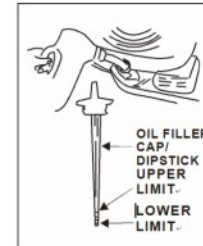

Fig. 9
5. Giet de aanbevolen olie langzaam in de olievlnek. Vul niet te veel bij. Wacht, na het toevoegen van olie, een minuut en controleer daarna het oliepeil met behulp van de peilstok. Het oliepeil moet nu tussen de onderste en bovenste peilstreep staan (Zie Fig. 9).